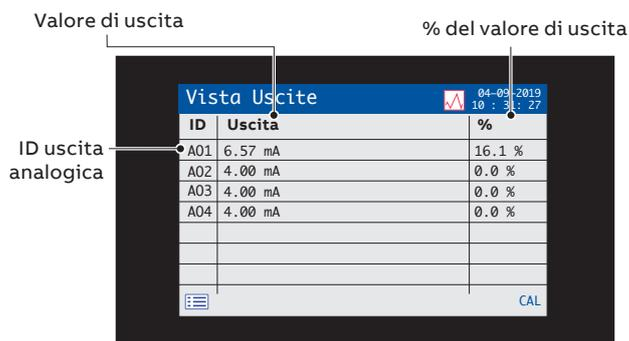

Figura 11 Vista Uscite
- **Vista Uscite:** visualizza un elenco di uscite analogiche, valore di uscita e percentuale del valore di uscita (v. Figura 11)